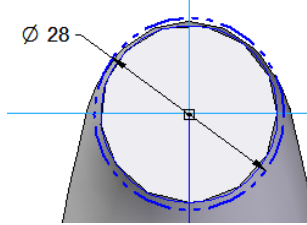

Fig. 8.37
- a) Desenăm un cerc cu diametrul de 28 mm și îl transformăm în referință - comanda *Construction* . Fig. 8.37